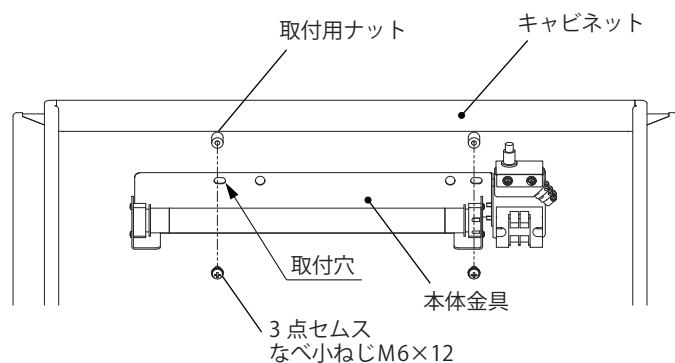

図3
1. キャビネットの取付用ナットに、本体金具の取付穴を利用して、付属の3点セムスなべ小ねじ M6×12 (2カ所) にて取付けてください。(図3)